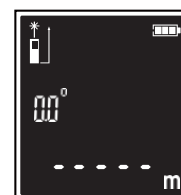

Fig. 6
Modul de măsurare unică (Fig. 6)
- Măsurarea va fi afișată imediat pe ecran. (Fig. 6)